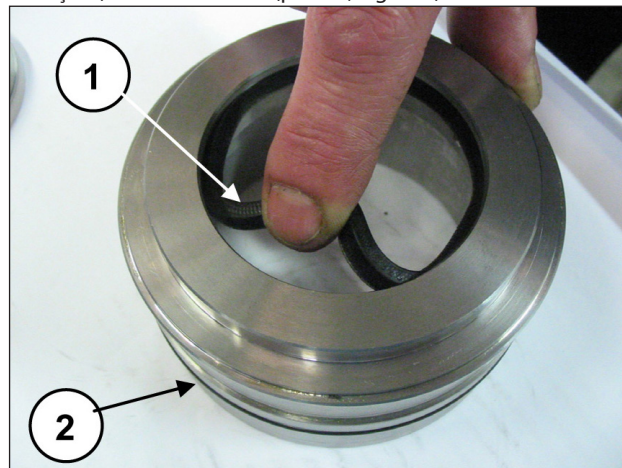

Fig. 194
Insira o forro de baixa pressão no suporte da embalagem (pos. ①, Fig. 194), prestando atenção ao sentido de montagem que fornece a borda de vedação para frente (em direção ao cabeçote) e o anel circular (pos. ②, Fig. 122).